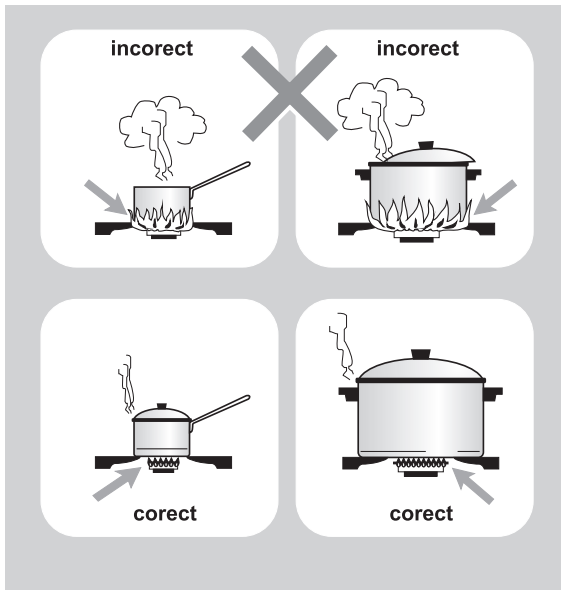

Fig. 6
- Dimensiunile vaselor și regimul de funcționare al arzătoarelor trebuie selectate astfel ca flacăra să nu treacă de marginile vaselor și să nu „lingă” pereții laterali (fig. 6). Cel mai bine e să utilizați vase cu diametrul de 160-220 mm.